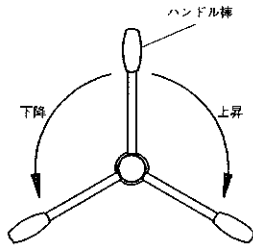

図 25
- 1) ハンドル棒を時計方向に回し、電気ドリルを本体上部に持ち上げてください。(図 25)